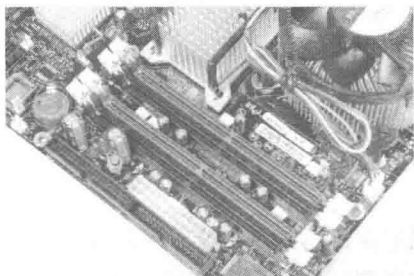

图 1-12 打开扣具
(1) 将内存插槽两端的扣具往外侧扳动,使内存能够插入,如图 1-12 所示。